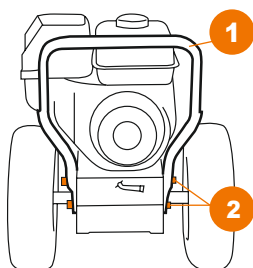

Рис. 1
- Закрепите нижнюю часть рукоятки (1) к корпусу снегоуборщика с помощью четырех болтов и шайб (2) (Рис. 1).